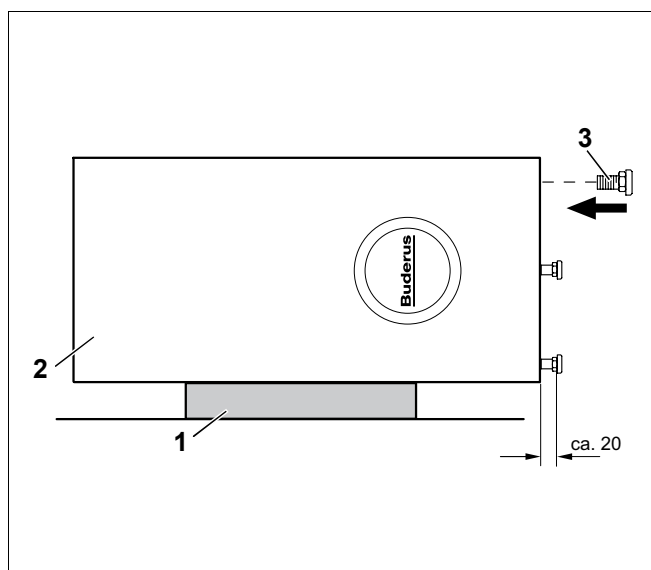

Fig. 5 Montarea picioarelor (șuruburilor)
- Boilerul (Fig. 5, **Poz. 2**) se culcă cu atenție pe protecția de styrodur prin răsturnare peste marginea inferioară (Fig. 5, **Poz. 1**).
- Se scot picioarele reglabile din protecția de styrodur și se înșurubează șuruburile M10 × 30 (Fig. 5, **Poz. 3**) în baza boilerului.